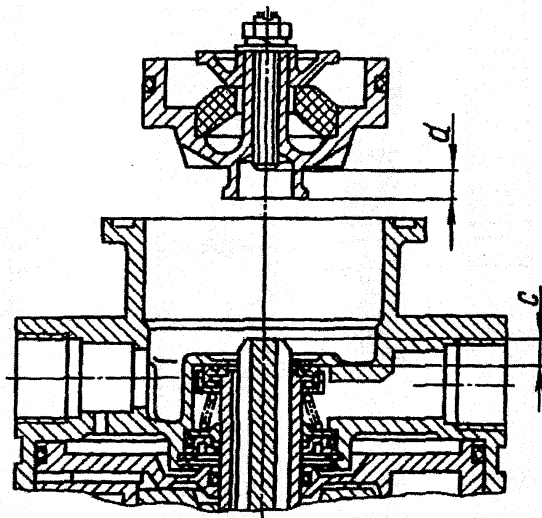

Рис. 84. Установка верхнего поршня тормозного крана
3. При установке верхнего поршня измерить расстояние C (рис.84) – выступание хвостовика малого поршня над клапаном. C помощью регулировочного винта на верхнем поршне установить расстояние $d = (c + 0,8)$ мм.